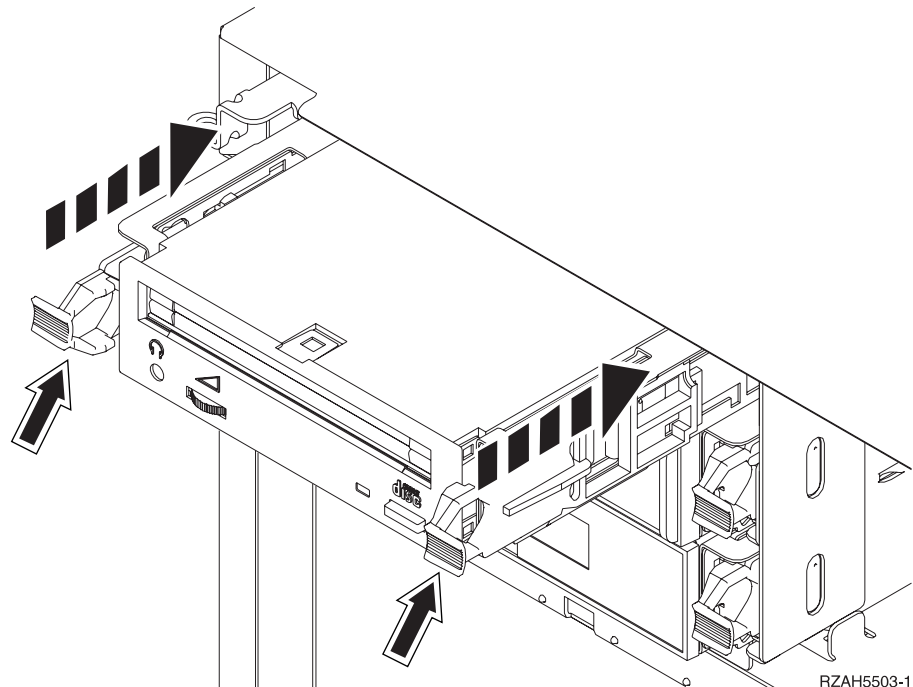

図 41. 取り外し可能媒体の設置
- __ 14. 63ページの図41を参照し、既存の装置の次の使用可能な位置に、新しい取り外し可能媒体装置アセンブリーの下部を支えながら半分まで挿入します。半分以上は押し込まないようにしてください。